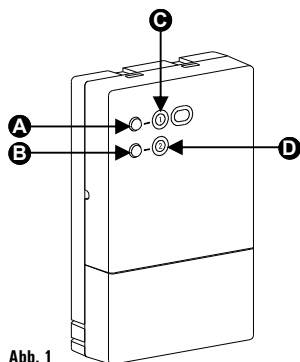

Abb. 1
LEDs (C und D) siehe Abb. 1)
SELBSTLERMODUS - TASTEN (A und B Abb. 1)
Der Funk-Empfänger ist mit zwei Tasten ausgestattet um den Selbstlernmodus zu starten. In diesem Modus ist es möglich den beiden Kanälen die entsprechenden Funk-Raumthermostate oder Funk-Chronostat zuzuordnen. Taste für Kanal 1 (A) Abb. 1 und Taste für Kanal 2 (B) Abb. 1.
- Drücken sie nun die entsprechende Taste des Kanals, welchen zugeordnet werden soll. (A) Abb.1 für Kanal 1 und (B) Abb.1 für Kanal 2. Der Selbstlernmodus startet und die LED blinkt gelb, mit hoher Frequenz (schnell).
- Drücken der Tasten **A** und **B** (siehe Abb.1).